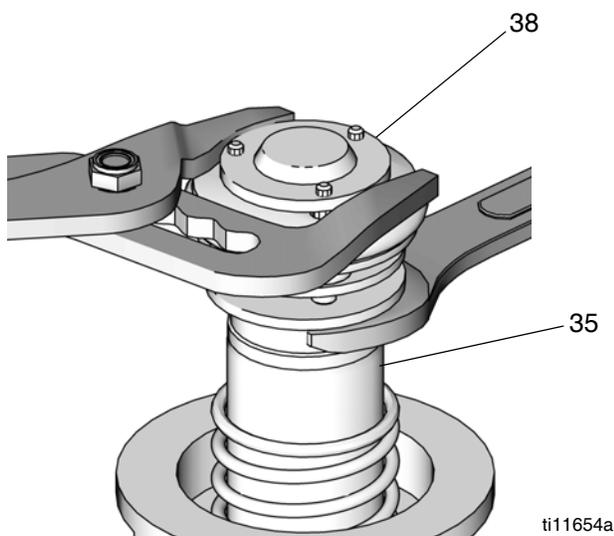
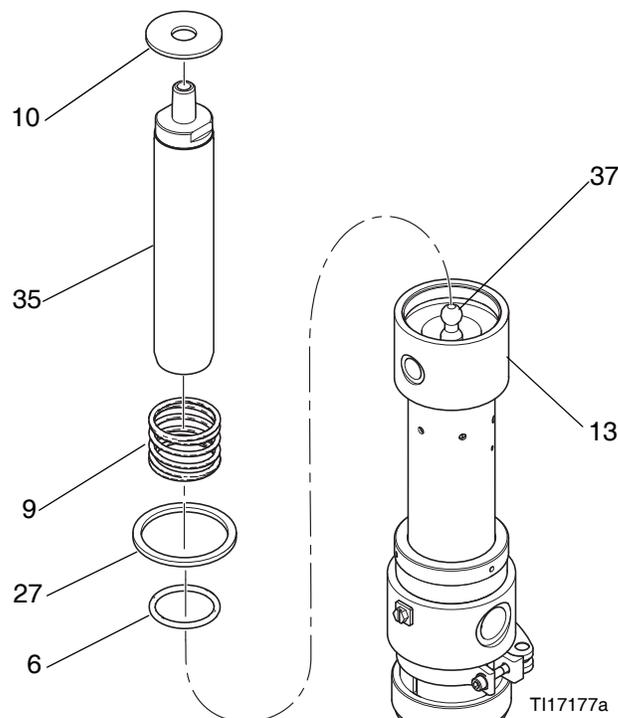

图 11
图 13
3. 用钳子夹住空气阀活塞 (38) 的顶板并用扳手夹住活塞柱 (35)，将空气阀活塞从活塞柱上拧下。参见图 11。
4. 卸下垫圈 (10)、下弹簧 (9) 和垫片 (27)。检查有无磨损或损坏，若有必要可将其更换。参见图 13。
1. 重新装上 O 形圈 (6)。重新连接活塞柱 (35) 与泵连杆 (37)。参见图 13。
2. 重新装上垫片 (11)、弹簧 (9) 和垫圈 (10)。重装活塞 (38)。给活塞柱 (35) 的螺纹涂上螺纹密封剂，小心地将活塞 (38) 拧上活塞柱。见图 11 和图 13。
**注意：**安装时，在垫圈 (10) 和活塞柱 (35) 肩部之间的最小间隙应当为 0.032 英寸 (0.8 毫米)。